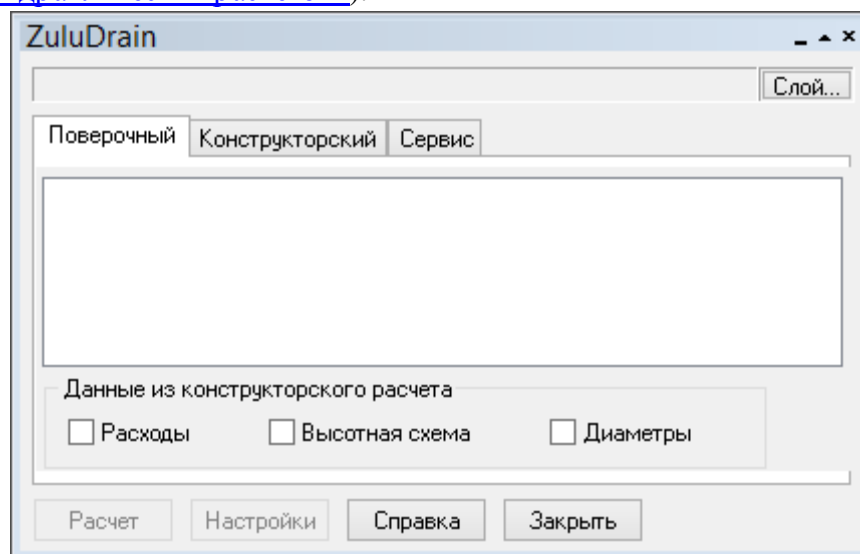

Рисунок 9. Панель гидравлических расчетов
1. Выберите команду главного меню Задачи/ZuluDrain или нажмите кнопку  панели инструментов. На экране появится панель гидравлических расчетов (Рисунок 9. «Панель гидравлических расчетов»).